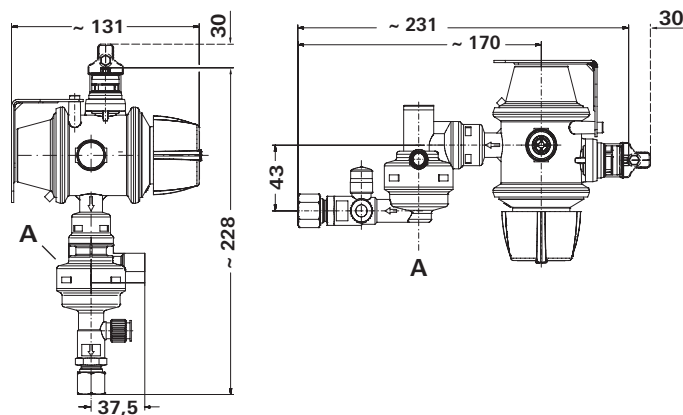

Figure 3 Dimensions en mm. Représentation pas à l'échelle.
- Selon sa version, le DuoControl CS doit être monté verticalement contre une paroi robuste ou horizontalement au plafond du caisson à bouteilles de gaz. L'**élément de déclenchement** (figure 3 – A) doit toujours se trouver en **position verticale**.